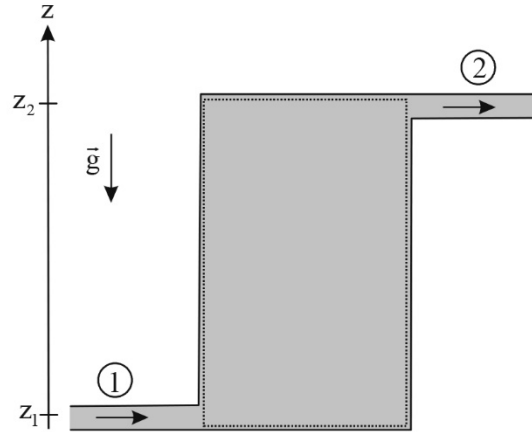

Figure 1 : système en écoulement
Un fluide s'écoule en passant de l'état thermodynamique ① à l'état thermodynamique ② en traversant une machine thermique où il échange du travail et de la chaleur. L'écoulement est considéré comme permanent (figure 1).